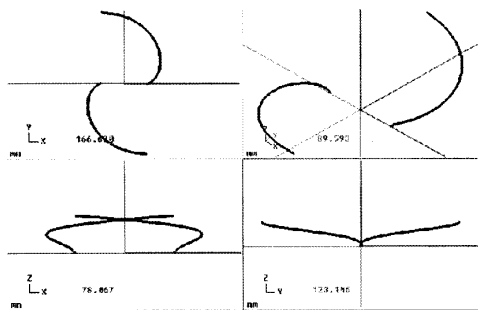

图 2 绘制完成的空间曲线
(4) 点击 Angle, 使其状态值为 R。
(5) 选择 Geometry-Param spl。
(6) 选择 Plot it, 完成 A 段螺旋渐开线的绘制。在第 (2) 步中输入 B 段螺旋渐开线的参数方程即可完成 B 段螺旋渐开线的绘制。结果如图 2 所示。